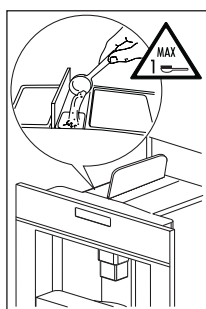

Fig. 26
- ▶ Ridicați capacul central, puneți o măsură de cafea pre-râșnită în pâlnie (Fig. 26), împingeți dispozitivul înapoi și continuați așa cum se arată în secțiunea "Prepararea cafelei folosind cafea boabe".